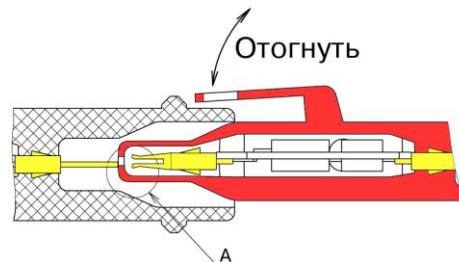
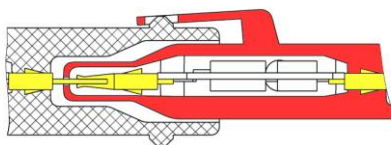

Рис.2.
Рис.3.
4. Отогните боковую пластину фиксатора (как показано стрелкой на рис.2) от корпуса шпоры по всей её длине примерно на 15...20 градусов для возможности его монтажа в колодку педали акселератора. Пластина фиксатора на шпоре при монтаже в колодку педали акселератора должна находиться со стороны двери водителя. Центрируя шпору по оси, проходящей через все 6 штекерных контактов колодки педали акселератора, установите шпору в этот разъем педали до фиксации с помощью отверстий в боковой пластине фиксатора шпоры со штырьками на разъёме педали (рис.3).